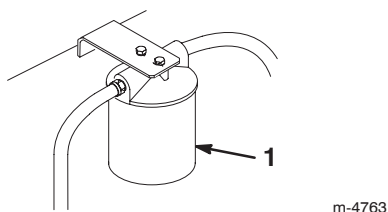

Figure 42
3. Placez un bac de vidange sous le filtre, déposez le filtre usagé et essuyez la surface du joint de l'adaptateur (Fig. 42).